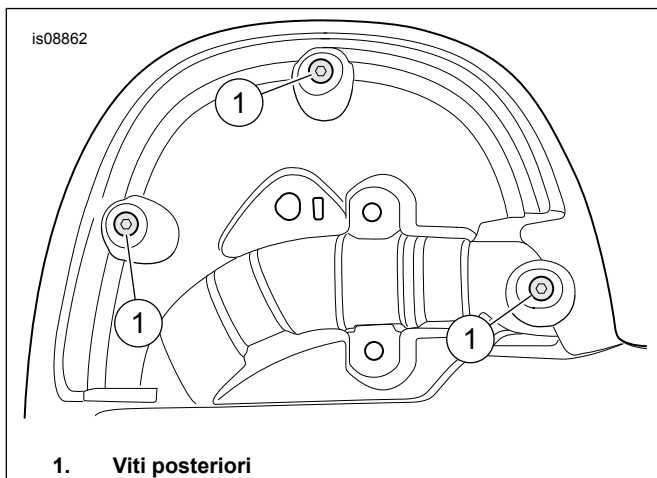

Figura 8. Viti posteriori
9. Vedere Figura 8. Partendo dalla parte posteriore, installare tre viti autofilettanti (1) della sede. Serrare le viti a 1,3–2 N·m (12–18 in-lbs).